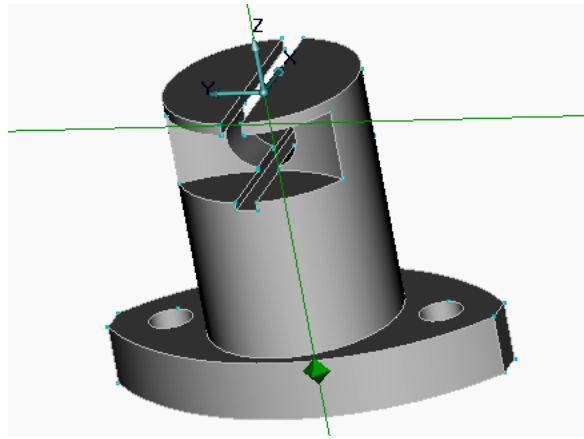

Рисунок 2.19 – Результат виконання операції «Отнимание тел»
3. Вкажіть тіла (1 і 2) і натисніть середню кнопку миші. Тіла віднімуть (рис. 2.19).